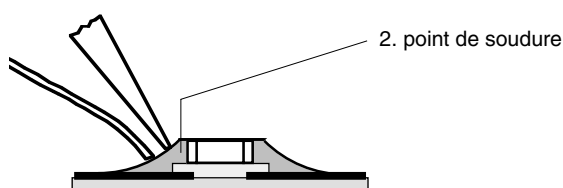

Fig. 5
5. Effectuer la même opération pour l'autre coté. Terminer la première soudure (Fig. 5).